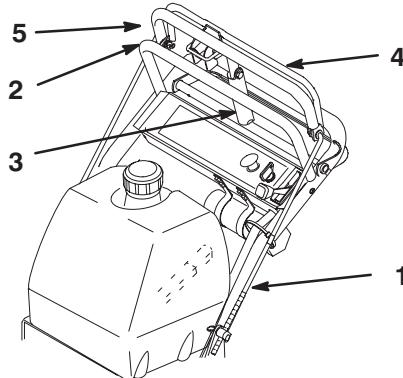

Bild 8
3. Kontrollieren Sie den Abstand zwischen der oberen Schaltstange und der starren Leiste, während der Radantrieb voll eingekuppelt ist. Der Abstand sollte 25-32 mm betragen (Bild 8).